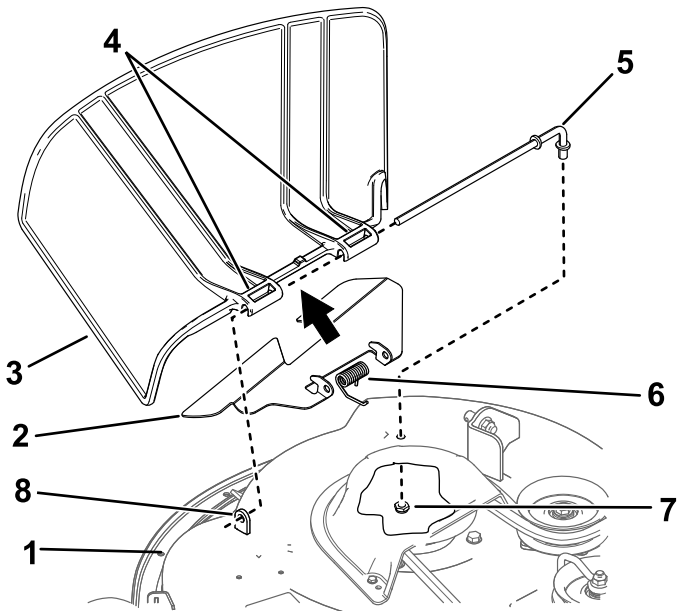

図 74
1. デッキの下側にあるロッド固定ナット $\frac{3}{8}$ "を取り外す 図 74。
2. ロッドを、短い取り付け部、スプリング、バッフル、デフレクタから取り外す 図 74。
4. 新しいデフレクタやバッフルを取り付ける 図 74。
7. バッフルと2つ目のピボットに、ロッドを通す 図 74。
9. ロッド後部をデッキに差し込み、ナット $\frac{3}{8}$ "で 図 74 のように固定する。